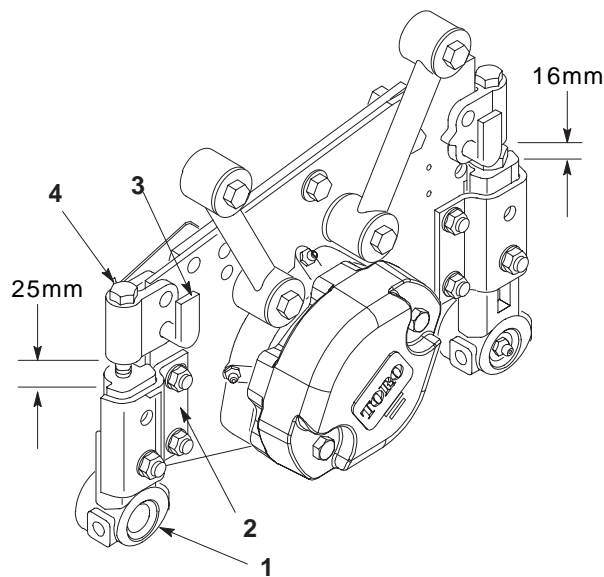

図 8
2. サポート・キャップスクリュを使って、刈り高サポートと前ローラ・ブラケットの間を $25 \text{ mm} \pm 1.5 \text{ mm}$ に調整する（図8；2か所）
3. サポート・キャップスクリュを使って、刈り高サポートと後ローラブラケットの間を $16 \text{ mm} \pm 1.5 \text{ mm}$ に調整する（図8；2カ所）